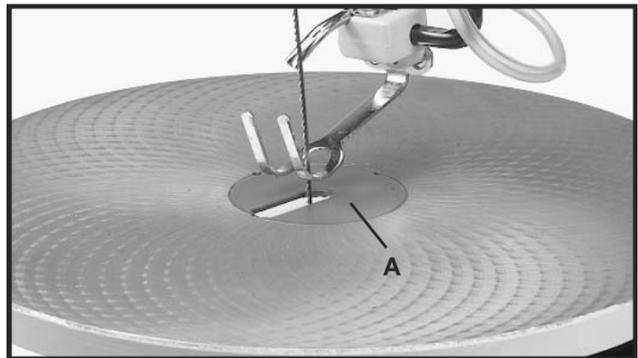
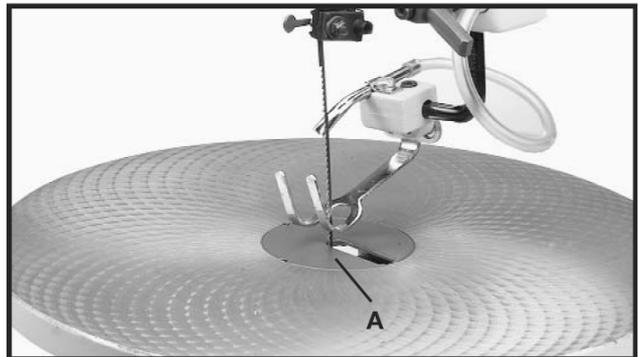

Fig. 18
Fig. 19
O inserto da bancada (A) pode ser montado à bancada da serra com a abertura do inserto apontando para a frente da mesa, como aparece na Fig. 18, ou então para a direita, como aparece na Fig. 19.
Com a mesa nivelada, ângulo de 90 graus em relação à lâmina, o inserto deve ser colocado conforme é mostrado na Fig. 18. Esse procedimento permite que a lâmina seja articulada para a frente depois que é liberada do prendedor superior da lâmina, possibilitando ao usuário a rápida inserção da lâmina no próximo orifício, num mesmo padrão, quando executando o corte por dentro.
Quando inclinar a mesa para as operações de corte chanfrado, o inserto (A) deve ser colocado conforme aparece na Fig. 19. Esse procedimento permite o desencaixe da lâmina quando a mesa estiver inclinada.